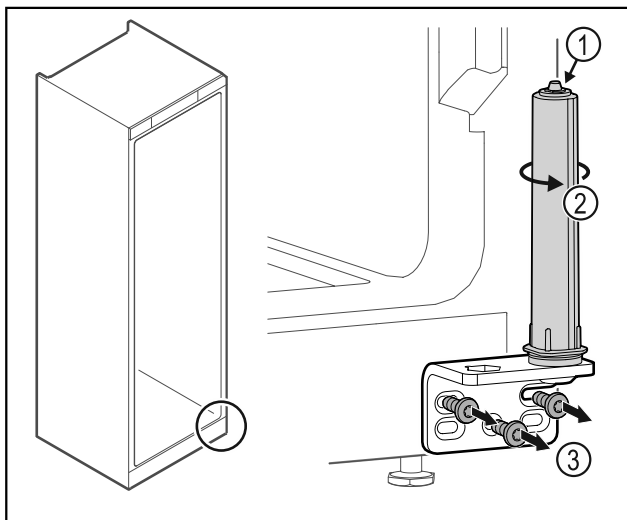

Fig. 33
- Deursluitsysteem niet uit elkaar halen Fig. 33 (1).
- Sluitsysteem Fig. 33 (2) draaien tot het klikt.
- Scharnierhoek Fig. 33 (3) losschroeven.